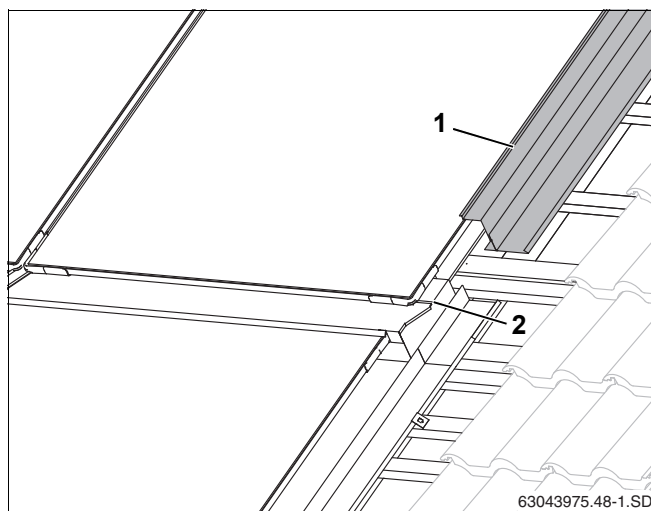

Рис. 55 Верхний правый накладной лист
- ▶ Верхние боковые накладные листы (рис. 55, поз. 1) смонтируйте так же, как нижние (Глава 10.2 "Боковые накладные листы").
из-за негерметичности крыши. ▶ Сдвиньте боковые накладные листы на фальц среднего накладного листа (рис. 55, поз. 2).